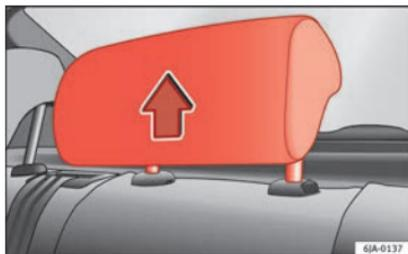

Fig. 74 Apoyacabezas en posición de uso.
- Tres posiciones **de uso** » fig. 74. En estas posiciones el apoyacabezas se comporta como un apoyacabezas convencional, protegiendo, junto con el cinturón de seguridad, a los ocupantes de las plazas posteriores.